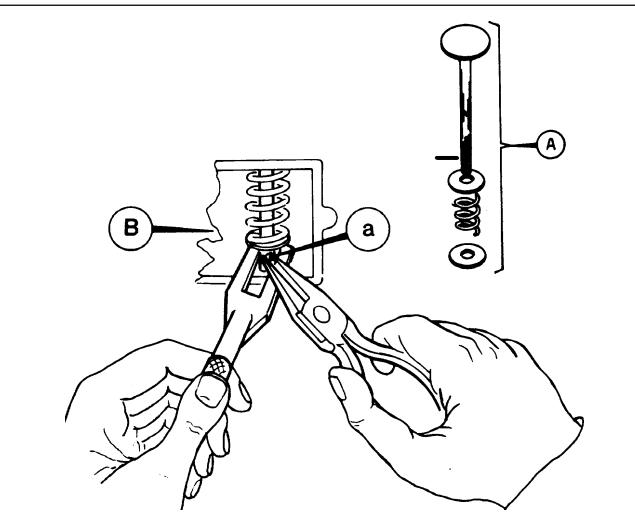

Fig. 8
**NOTA** - Les premiers types de soupapes étaient fixées par une goupille engagée dans un trou à travers la tige de la soupape et par une rondelle élastique. Ce modèle de soupape peut être déposé en soulevant le ressort et en sortant la goupille avec des pinces à bec fin (Fig. 8).